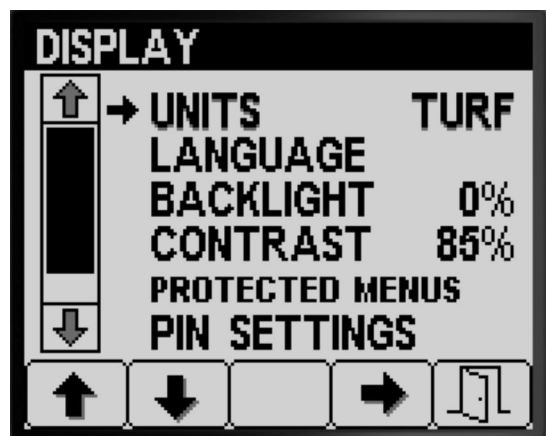

図 17
1. ボタン 1 と 2 で単位オプション間の移動 図 17。
2. ボタン 4 でヤードポンド、ターフ慣用、SI 国際単位間の移動 図 17。
3. ボタン5を押すと設定を保存して単位画面を終了し、設定画面に戻る 図 17。